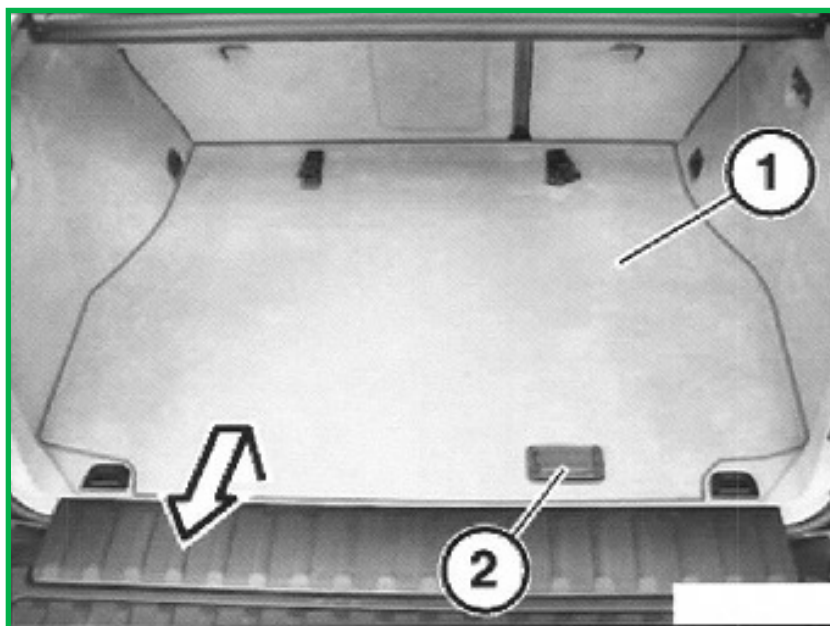

图1
1. 打开行李箱后盖，在把手 (2) 处解锁行李厢地板装饰板 (1)，并将其拆下。(图1)